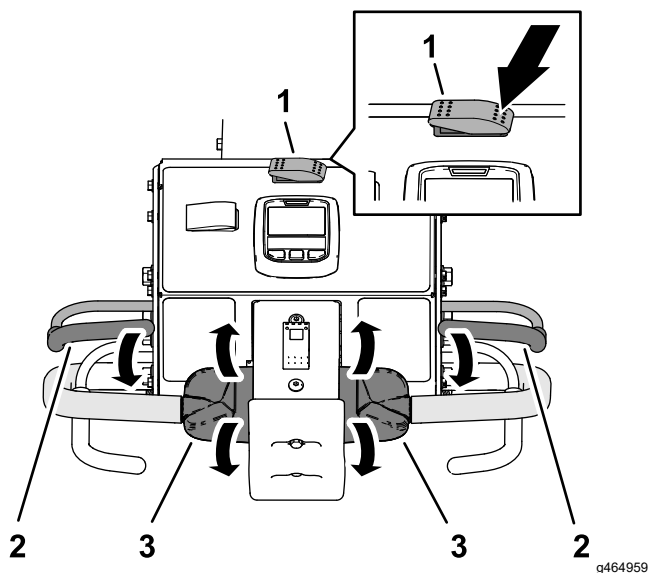

Figura 83
3. Premete il lato sinistro dell'interruttore trasporto/arieggiatura selezionando TRASPORTO (Figura 83).
5. Stringete la maniglia destra o sinistra e la barra di presenza dell'operatore (Figura 83) e spingete la barra verso la maniglia.